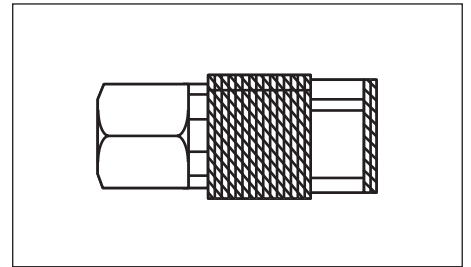

Figura 2 - Acoplador rápido
**ACOPLADOR RÁPIDO** — Un acoplador rápido está diseñado para trabajar en combinación con un conector rápido para unir rápida y fácilmente una herramienta neumática con una manguera de aire (Ver Figura 2).